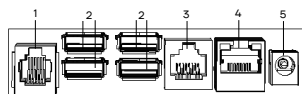

Рисунок 2. Панель с разъемами
- 9 Панель с разъемами для подключения внешних устройств (см. рисунок 2).